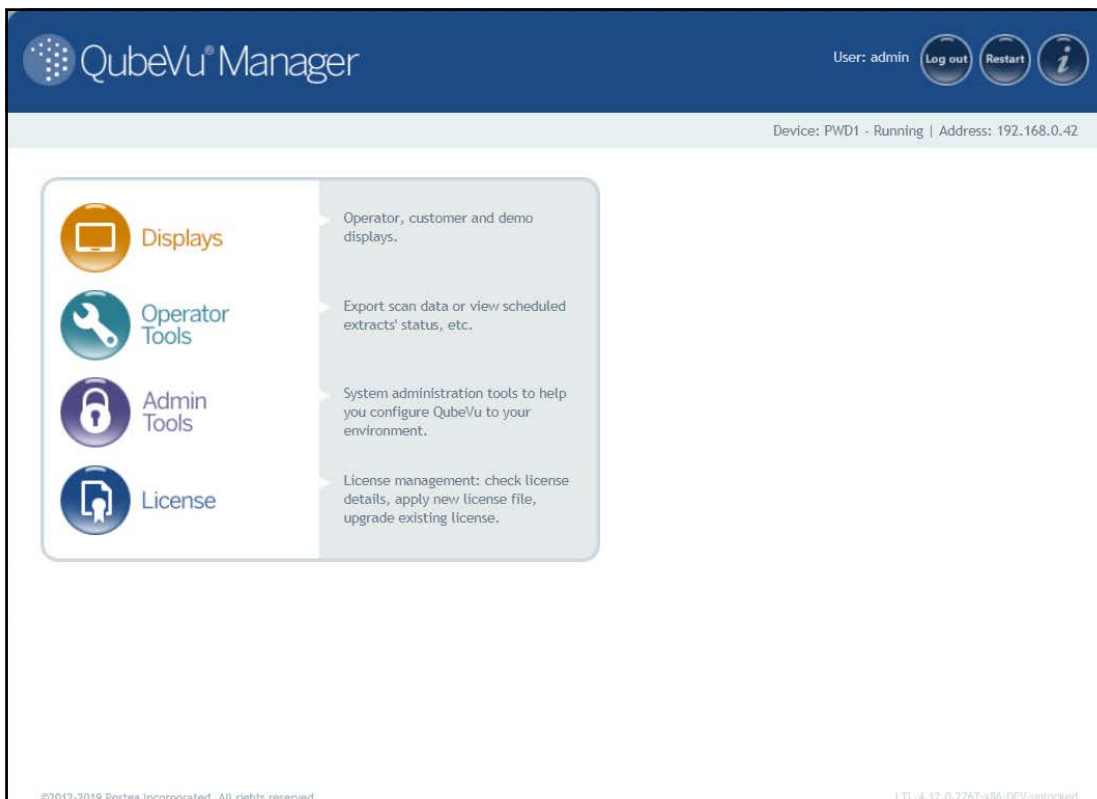
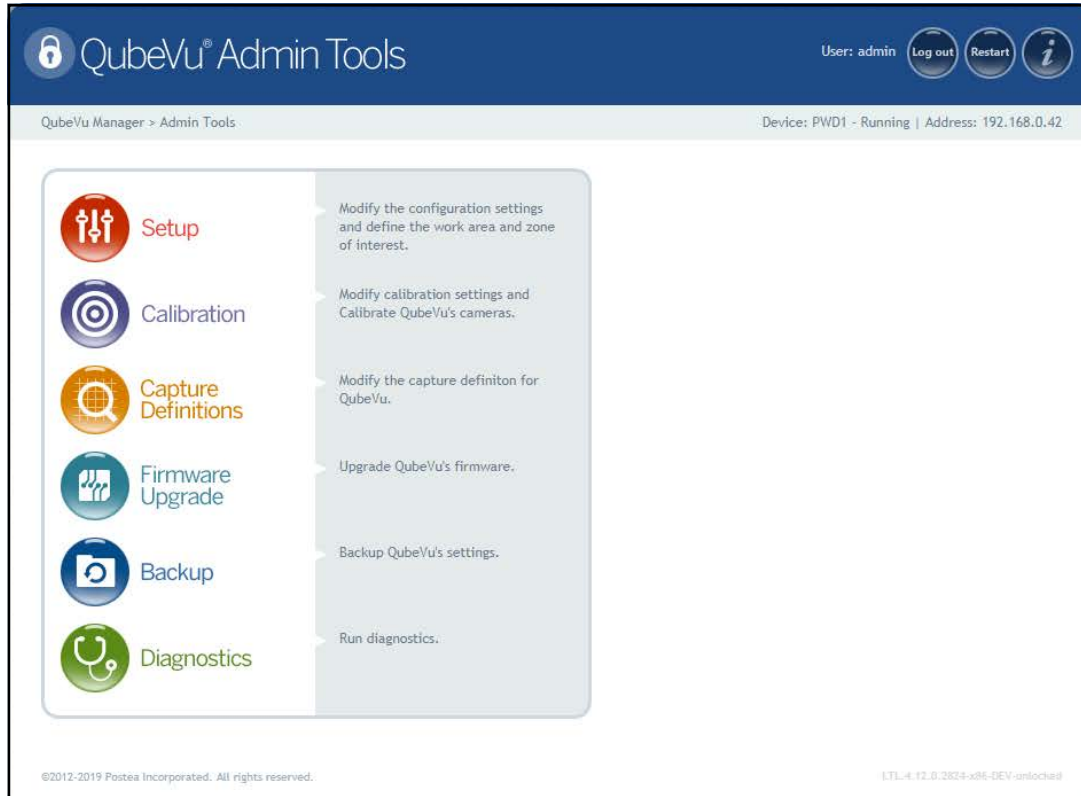

Abbildung 5-1. Startseite von QubeVu Manager
Abbildung 5-2. Menü „Admin Tools“ (Admin-Tools)
- Drücken Sie im Menü **QubeVu Manager** (Abbildung 5-1 auf Seite 21) auf  **Admin Tools**, um das Menü **Admin Tools** (Admin-Tools) (Abbildung 5-2) aufzurufen.
5. Drücken Sie im Menü **Admin Tools** (Admin-Tools) (Abbildung 5-2 auf Seite 22) auf  **Calibration**, um das Menü **Calibration** (Kalibrierung) aufzurufen.
1. Drücken Sie im Menü **QubeVu Manager** (Abbildung 5-1 auf Seite 21) auf  **Admin Tools**, um das Menü **Admin Tools** (Admin-Tools) (Abbildung 5-2 auf Seite 22) aufzurufen.
3. Drücken Sie im Menü **Admin Tools** (Admin-Tools) (Abbildung 5-2 auf Seite 22) auf  **Diagnostics**, um das Menü **Diagnostics** (Systemprüfung) aufzurufen.